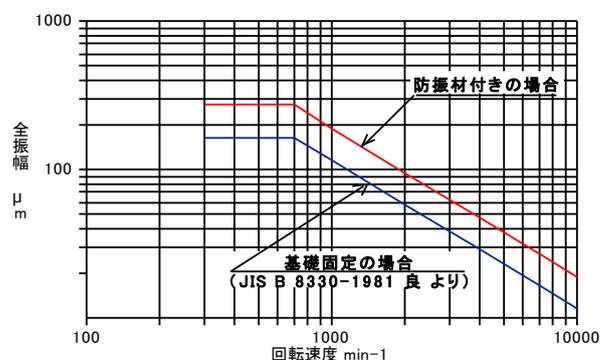

図 15 振動状態の参考判定基準
- (2) Vベルトは、摩耗してきたり、傷んだらお取替えてください。Vベルトの寿命（交換時期）は、使用される環境（温度・湿度・太陽光・粉塵等）や条件（伝達動力・起動回数等）により変わりますが、一般空調送風機の場合の目安は1年です。
- (3) Vベルトは、使用中に伸びますので、定期的に張りをチェックしてください。この伸びは特に新しいVベルトで運転初期に大きく発生しますので、運転開始後10～50時間で張りを調整してください。調整は **5** 据付の第4項“Vプーリの芯出しとVベルト調整”の項を参照ください。
- (4) 軸受許容温度は、一般的には室温+40℃以下かつ80℃以下です。温度が軸受許容温度を超えている場合は、運転を停止して点検してください。
- (5) 軸受箱の音や振動は、運転開始数日後の状態を基準として、判断してください。
- (6) ファンが正常で、据付、ダクト配管工事が正しく施工されている場合の振動の基準値を図15に示します。